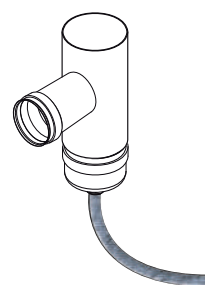

fig 5.7
**Il est nécessaire de prévoir un tuyau au fond du premier T au niveau de la sortie de la fumée, afin de permettre l'évacuation de l'eau de condensation qui peut se former dans le conduit (fig. 5.7).**